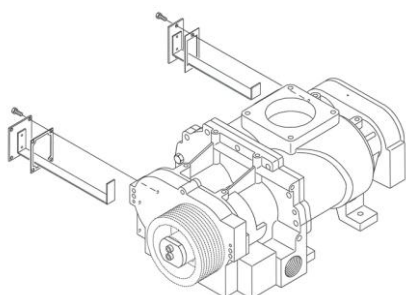

Рис. 75: Выталкиватель для типа 31 – 55
6. Тип 31 – 55: При помощи встроенного выталкивателя (Рис. 75) можно удалить консистентную смазку, находящуюся в области подшипников.